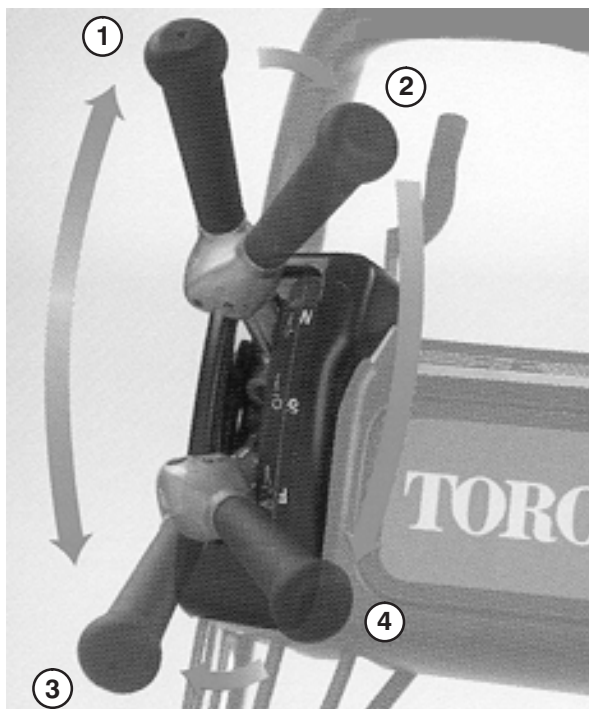

Figure 28
1. Mettez le moteur en marche, réglez la manette d'accélérateur en position de ralenti, appuyez sur le mancheron pour relever le plateau de coupe, placez le levier de commande de déplacement en position d'embrayage et transportez la machine à la lisière du green (Fig. 28).
2. Placez le levier de commande de déplacement en position de débrayage et le levier de commande du cylindre en position d'embrayage (Fig. 28).
3. Placez le levier de commande de déplacement en position d'embrayage, augmentez le régime moteur jusqu'à ce que la machine se déplace à la vitesse voulue, conduisez la machine jusqu'au green, abaissez l'avant de la machine et commencez à travailler (Fig. 28).